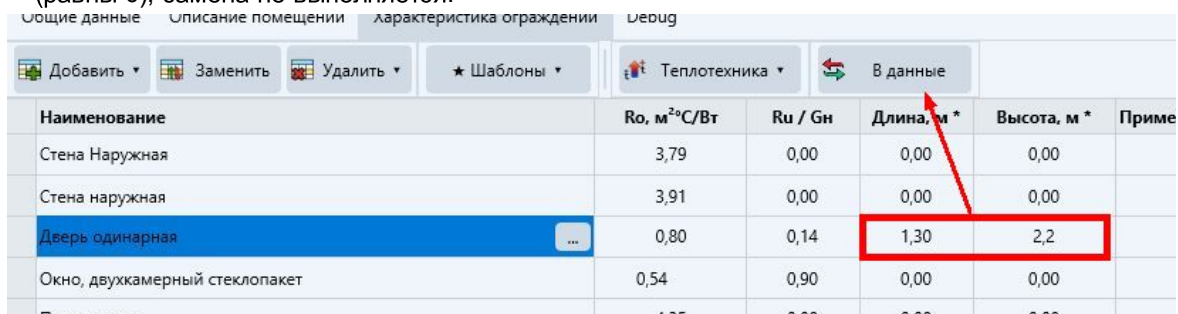

рис. 5. Кнопка «В данные» — перенос размеров в ограждения проекта
- **В данные** — переносит типовые размеры (**длину и высоту**) выбранной конструкции во все ограждения проекта, где она применена (рис. 5). Удобно, когда типовый размер задан или изменён и его нужно распространить на уже созданные ограждения — например, у которых длина и высота ещё нулевые. Перед заменой программа показывает, какие помещения будут затронуты, и запрашивает подтверждение. Если у конструкции длина и высота не заданы (равны 0), замена не выполняется.